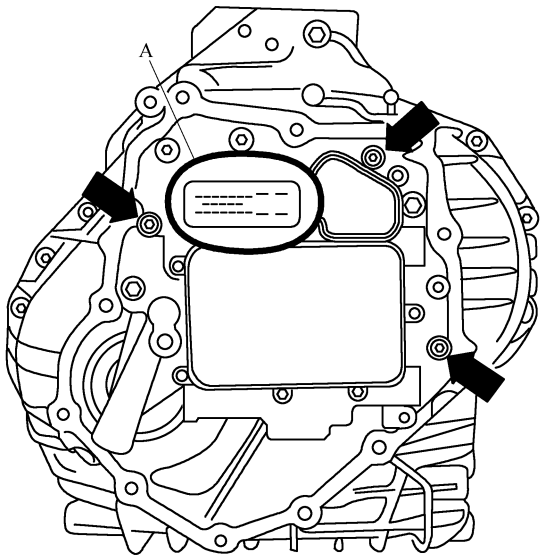

图 2-2-10 旋出自动变速器 J217 的螺栓
(1) 拆下密封盖。
(2) 旋出螺栓，如图 2-2-10 中箭头所示，拉出自动变速器控制单元 J217。